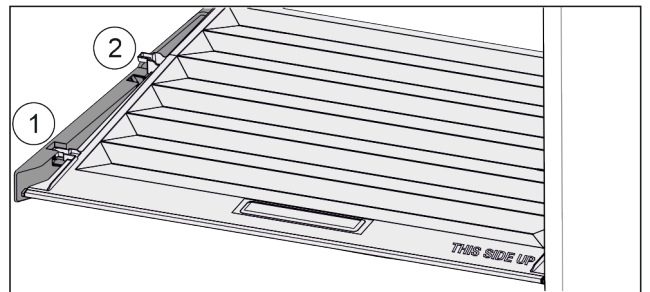

Fig. 91
- Deckel bis zur Öffnung in den Halteteilen nach vorne ziehen Fig. 91 (1).
- Hinten von unten anheben und nach oben wegnehmen Fig. 91 (2).